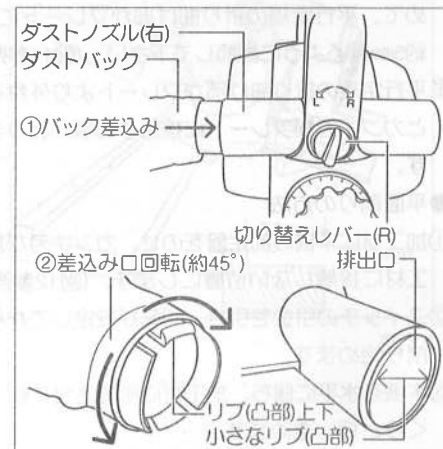

図9
■ダストバックの使用方法(図9参照)
- ①ダストバック差込み口のリップ(凸部)を上下にしてノズルに強く差込みます。
- ②差込み口を約45°回し排出口リップ(凸部)左右に噛み合わせてください。